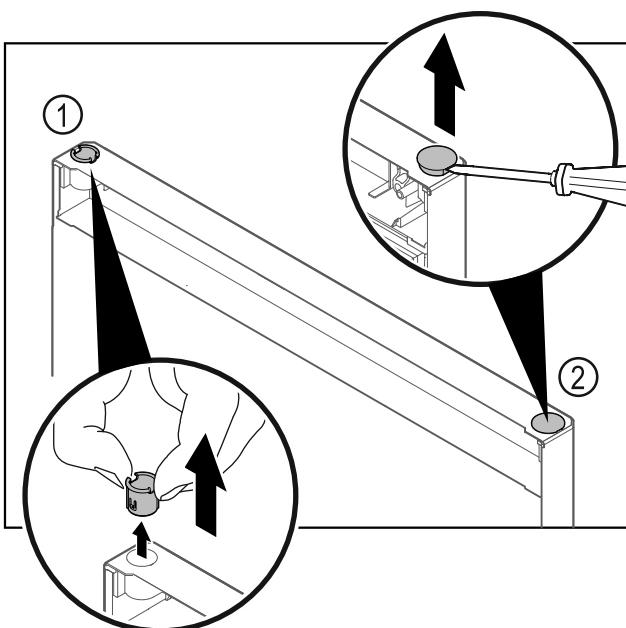

Fig. 22 Дверцята холодильного відділення
- Витягніть шарнірну втулку Fig. 22 (1) пальцями.
- За допомогою шліцевої викрутки обережно підніміть заглушку Fig. 22 (2) та витягніть її.